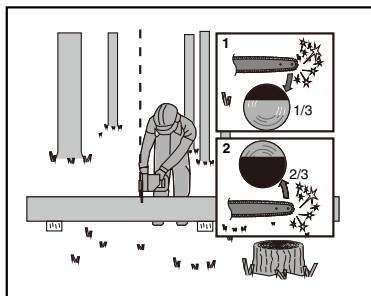

Figura 5
Dacă bușteanul se sprijină pe ambele capete, vezi figura 5, tăiați de sus 1/3 din diametru (1). Finalizați debitarea printr-o tăiere de jos în sus a diametrului rămas (cele 2/3 rămase) (1), având grijă să întâlniți tăietura de sus.